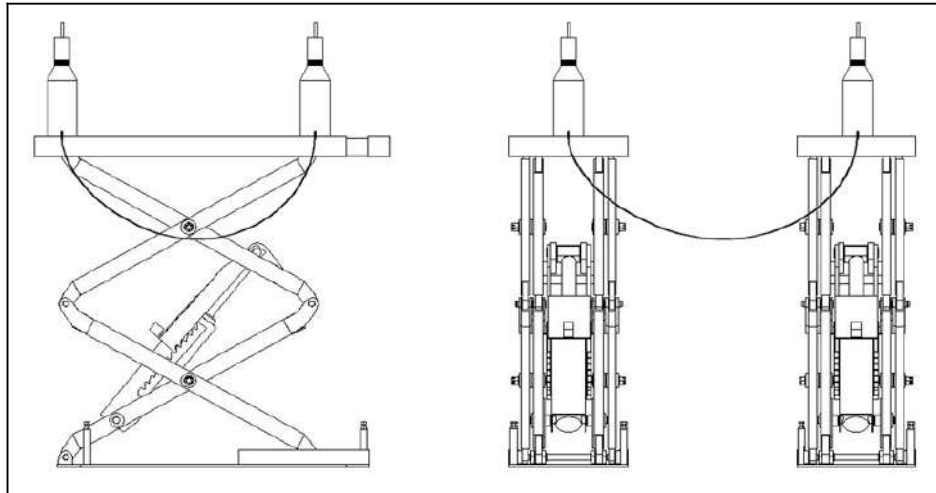

Рисунок 21
- Если неровность связана с неровностью самого основания, то для заполнения пространства используйте стальной блок (рисунок 21).